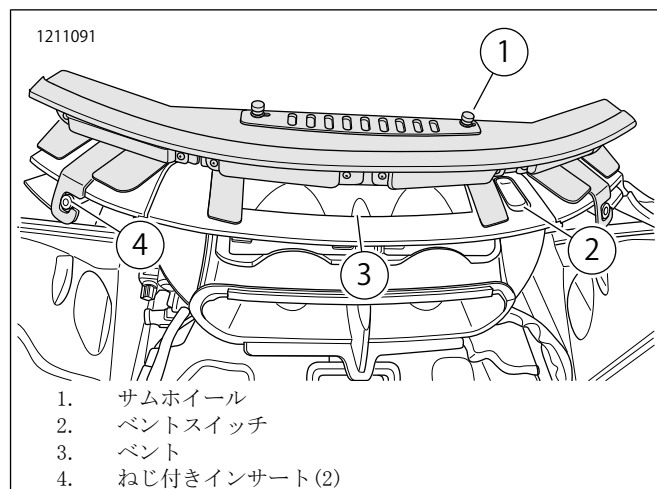

図6。ライトの配置
6. 図6を参照してください。ベントスイッチ(2)が開口位置にあることを確認します。